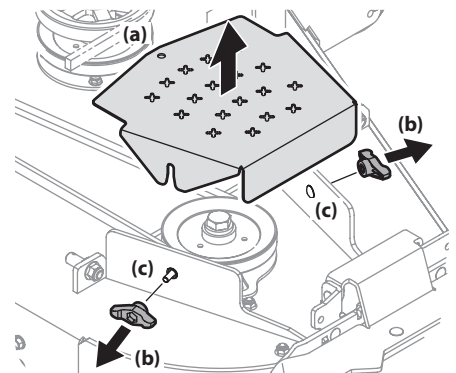

Figure 4-21
3. Pour retirer les couvercles de courroies (a), retirez les écrous papillons (b) des boulons de carrosserie (c) qui fixent les couvercles sur le plateau de coupe. Voir Figure 4-21.
4. L'écrou devrait maintenir les boulons (c) en place. Sinon, installez la quincaillerie comme illustré sur la Figure 4-21